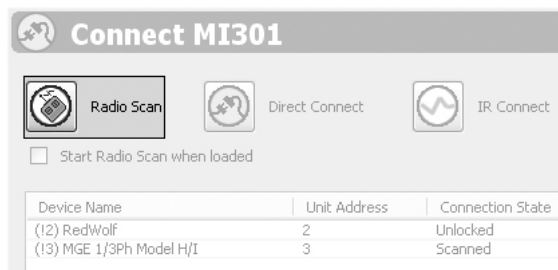

Рис. 20 Radio Scan
8. Нажмите [Radio Scan] (сканировать радиочастоту). См. рис. 20. Устанавливается подключение к продуктам, с которыми MI 301 может обмениваться данными. Это займет от 10 до 20 секунд.